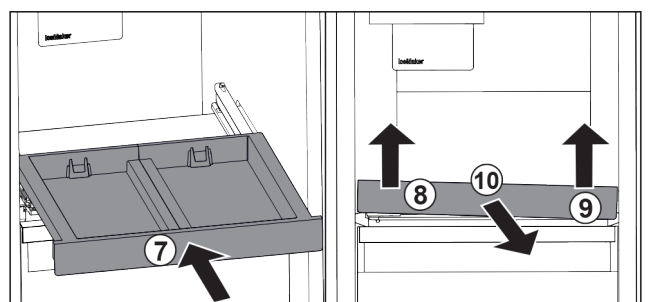

Fig. 31
- ▶ Rentrer le compartiment coulissant. *Fig. 31 (7)*
- ▶ Soulever le compartiment coulissant au niveau de la partie avant gauche. *Fig. 31 (8)*
- ▶ Soulever le compartiment coulissant au niveau de la partie avant droite. *Fig. 31 (9)*
- ▶ Retirer le compartiment coulissant par l'avant. *Fig. 31 (10)*